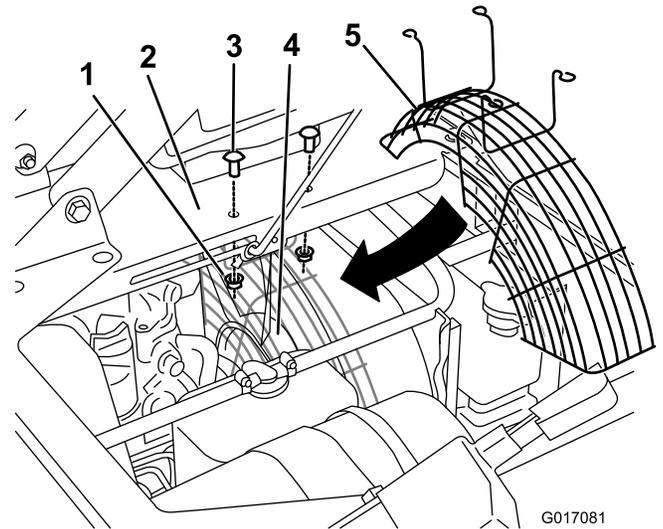

Figura 1
2. Retire os dois parafusos e porcas da consola central (Figura 1).
3. Coloque a protecção sob a consola central e por cima da ventoinha (Figura 1).
polegada) e quatro porcas flangeadas (5/16 polegada) (Figura 1).